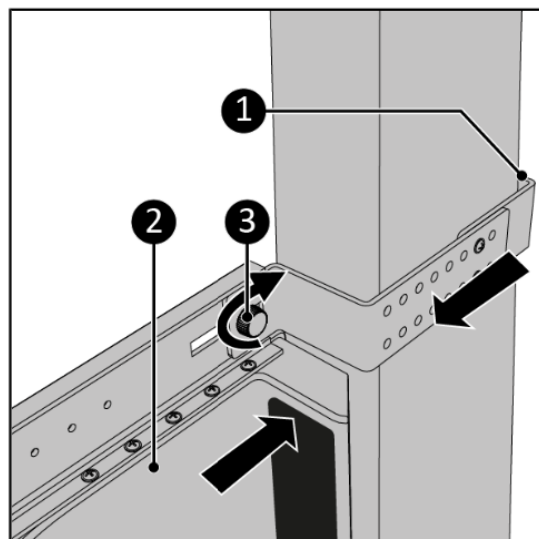

Figura 19
9. Apăsați cu grijă dispozitivul de ieșire al setului de ferestre pe rama ferestrei (Figura 19, articolul 2).
10. Trageți suportul spre dvs. cât mai mult posibil (Figura 19, poz. 1) astfel încât să fie atașat corect.
11. Fixați șurubul (Figura 19, articolul 3).